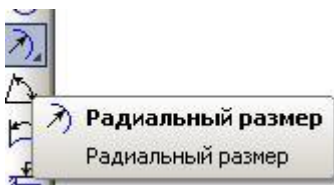

Рисунок 11 – Команда «Радиальный размер»
- «Радиальный размер» - см. рисунок 11